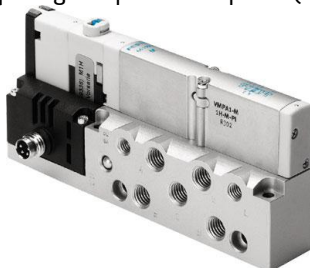

Fig. 20.
- Individueel ventiel op basisplaat met aansluiting van alle koppelingen op de basisplaat (Fig. 20).